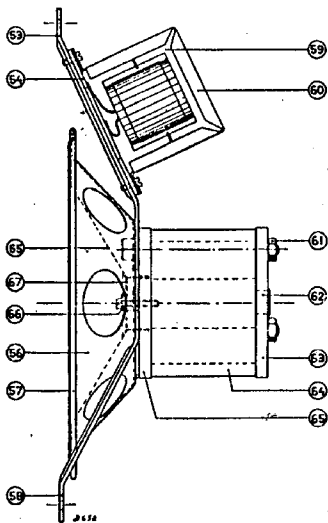

Fig. 9
Een ringvormige magneet (fig. 9 pos. 64) is door middel van 3 bouten (61) tusschen twee weekijzeren platen (63 en 65) geklemd. In de achterste plaat is een weekijzeren kern (62) geklonken, terwijl in de voorste plaat een opening is uitgedraaid, zoodat een luchtspleet van 1 mm verregen wordt. De centreering van den conus geschiedt door middel van centreerplaatjes van veerkrachtig materiaal (67) waarin een afstandsbusje (66) is gefelst. Een 3 mm schroefboutje klemt deze en daarmee de centreerplaatjes op het kernblokje vast. De flanelen conusrand is met behulp van een felsring aan den conusdrager bevestigd.